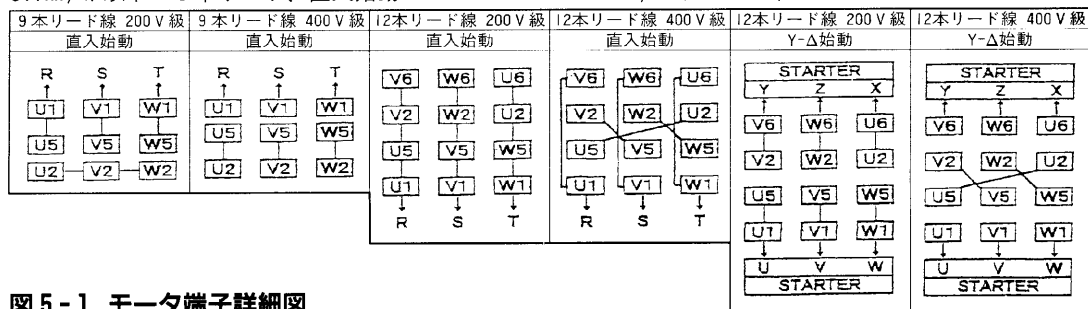

図5-1 モータ端子詳細図
キャブタイヤケーブル付のモータ図5-1の①はケーブル引出口のそば(Eマーク)に、端子箱付モータ図5-1の②は端子箱内に接地(アース)端子がありますので必ず接地してください。